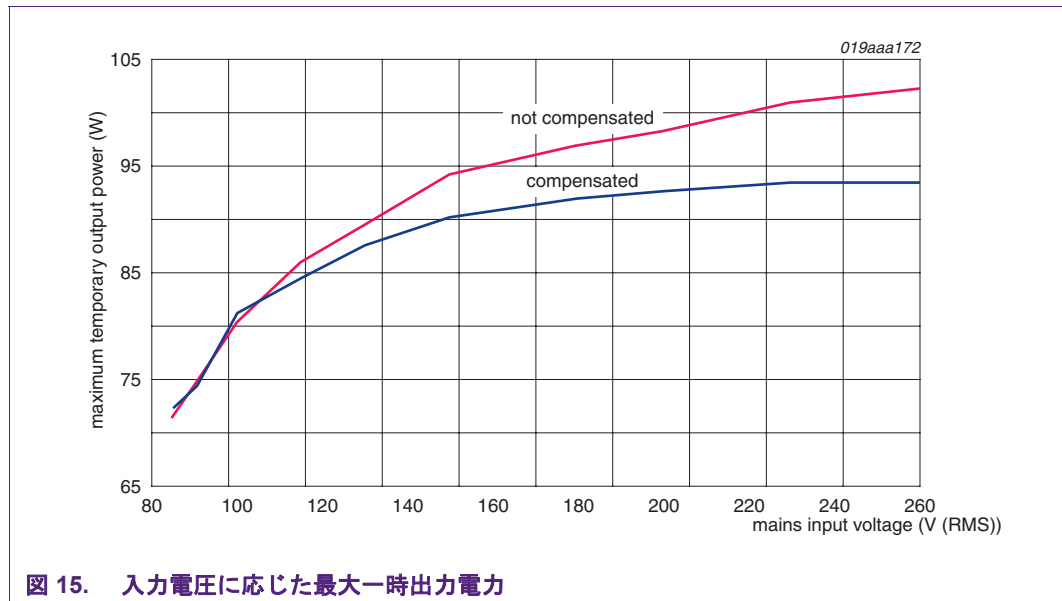

図 15. 入力電圧に応じた最大一時出力電力
- 最大一時出力電力も入力電圧に依存しています。OPP 補償が最大連続出力電力に最適化されている場合、最大一時出力電力は最適化されません。図 15 を参照してください。